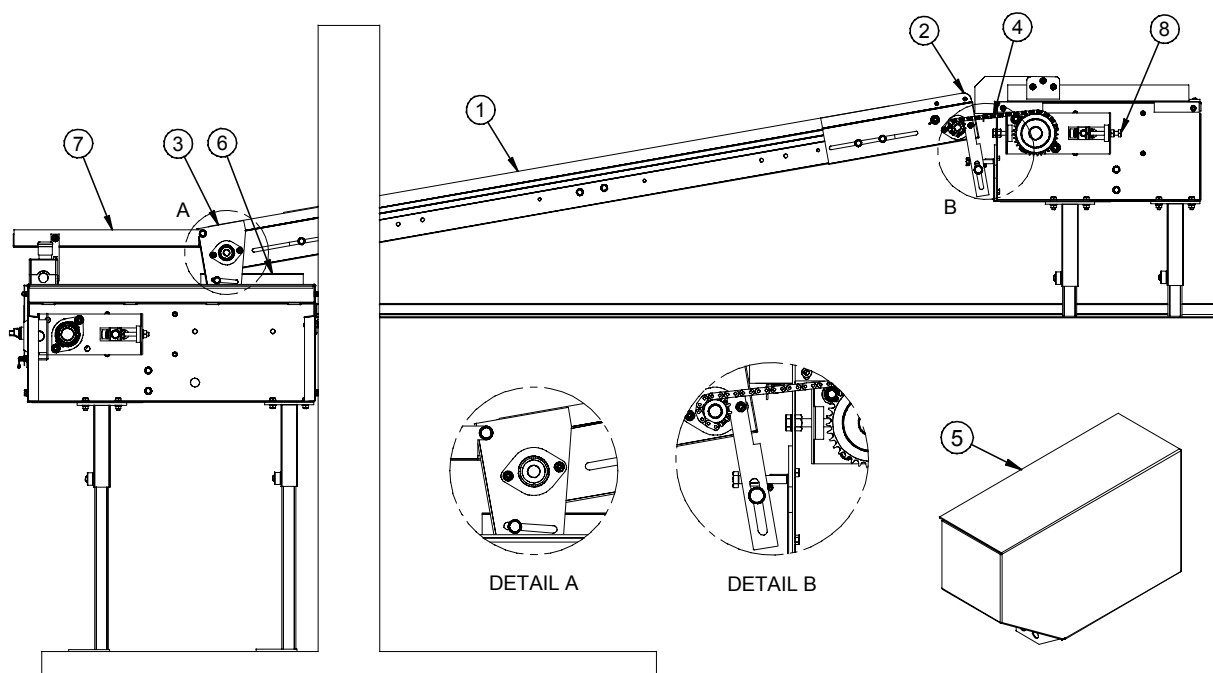

Рис. 3.6 2х ярусный конвейер
3.5 Двухуровневый стержневой конвейер. (рис. 3.6)
- Установите пластину (6) на стол
- Установите стержневой конвейер (1) на пластину (6)
- соедините конвейер (1) с панелью управления скобами
- соедините конвейер и передатчик (2)
- Установите цепочку (4)
- Натяните цепь при помощи болта (8)
- Установите крышку безопасности (5).